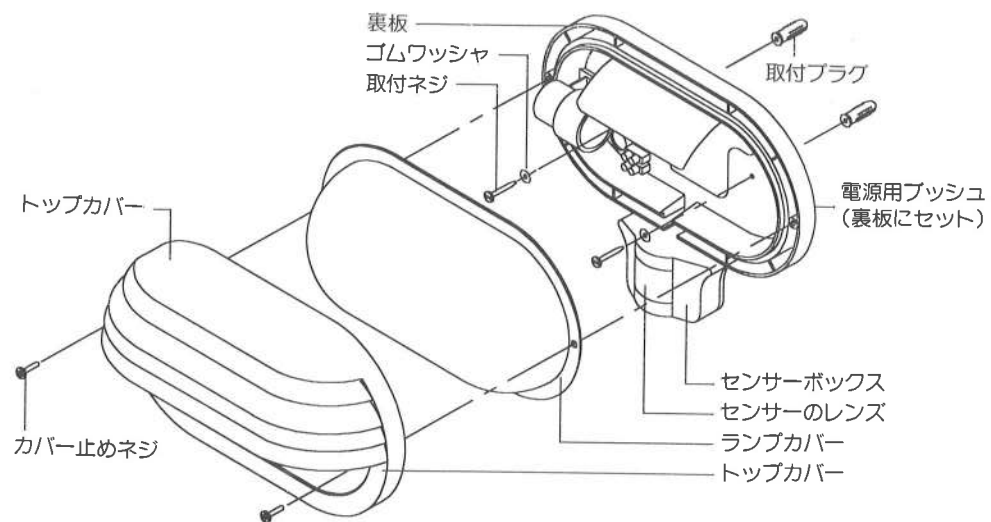

図 6
- カバー止めネジをゆるめてトップカバー、ランプカバーを取り除いてください。(図 6 参照)
- 電源用ブッシュに穴をあけ、電源を通してください。(図 6 参照)